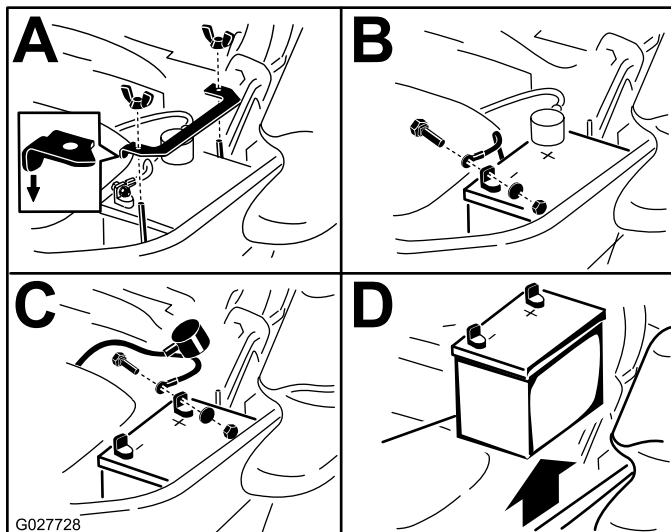

Figura 56
3. Retire la batería, según se muestra en Figura 56.
**Nota:** Coloque la batería en la bandeja, con los bornes frente al depósito de aceite hidráulico (**Figura 56**).